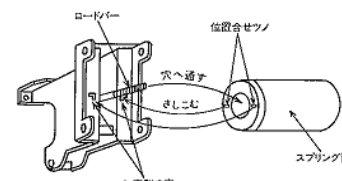

図17
9. スプリング筒の位置合わせツノを本体フレーム側にし、中心穴にロードバーを通して下さい。スプリング筒の位置合わせツノ2本を本体フレーム後面のL字型の穴に差込み、下へ押下げ固定して下さい(図17参照)。